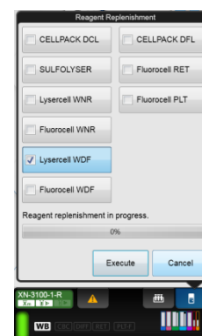

Figura 3 - Menu de Reposição do Reagente
- d. A partir do menu de substituição do reagente, selecione "Lysercell WDF", depois selecione "Execute" para iniciar a reposição. Consulte a Figura 3.